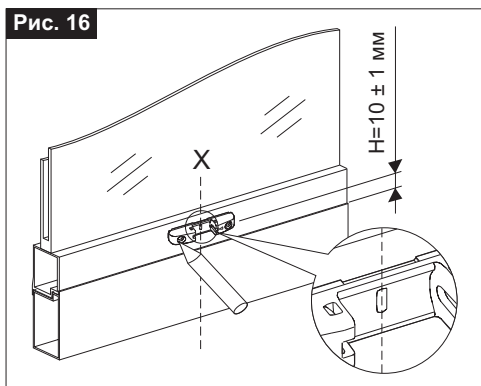

Рис. 17
- 5) **Рис. 17/18-** Просверлите на створке два отверстия $\varnothing 3.7$ мм и прикрепите механизм крепления цепи саморезами;